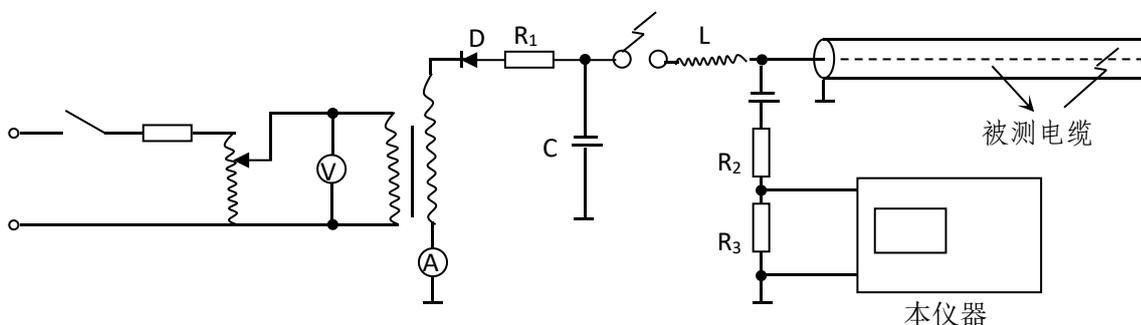

图 10 冲击高压法测试原理图
- 3、在使用直闪法或冲闪法测试时，要注意人身安全及设备安全。必须接好地线。地线连接按图 10 正确连接好。